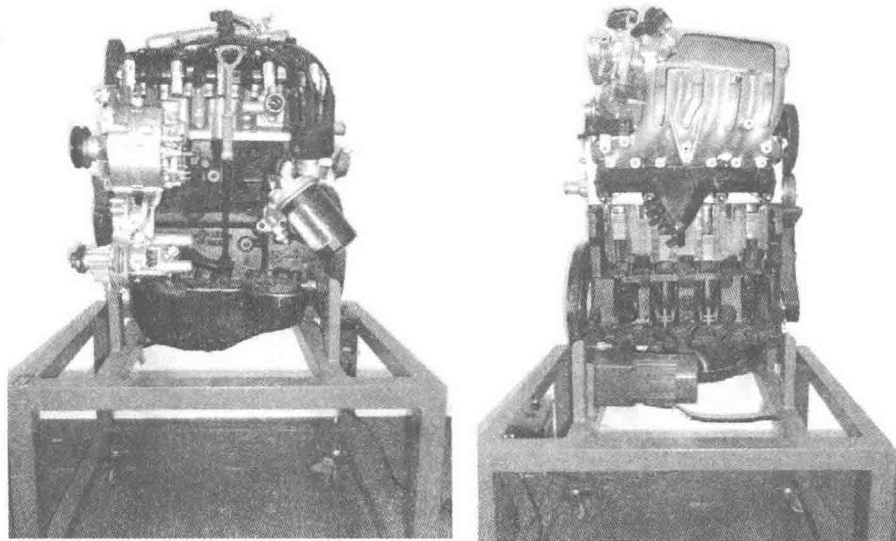

图 1-6 经局部解剖的发动机
(2) 观察经局部解剖由电动机驱动的发动机(图1-6)运行情况,认知发动机工作原理
- ① 连接220V交流电源,接通电源开关(此时发动机开始运转)。
- ② 转动转速调节旋钮,将发动机转速调至便于观察为止。
- ③ 观察曲柄连杆机构的运动情况。